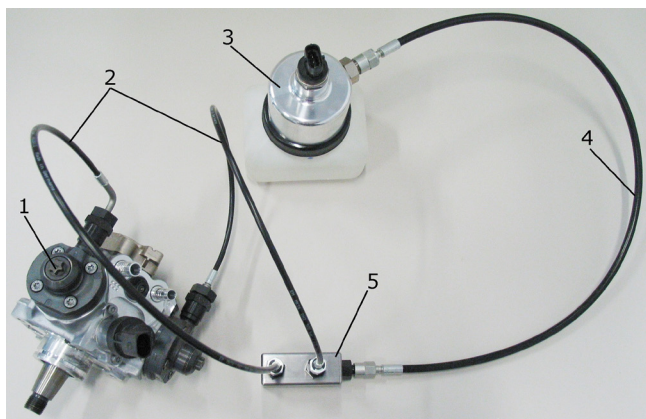

Abb. 14: Ejemplo de conexión a la bomba de alta presión Common Rail CP4.2
1. Unir las conexiones de alta presión del CP 4.2 (fig. 14, pos. 1) y del rail común (fig. 14, pos. 5) con tuberías flexibles de servicio negras de 60 MPa (fig. 14, pos. 2) y con el respectivo adaptador de conexión, ángulo, tuerca y anillo de presión (rosca izquierda).
3. Conectar el rail común (fig. 14, pos. 5) con la tubería flexible de servicio negra de 60 MPa (fig. 14, pos. 4) al módulo receptor de presión (fig. 14, pos. 3).
5. Conectar el tubo flexible de 180 MPa al receptor de presión (fig. 14, pos. 5).